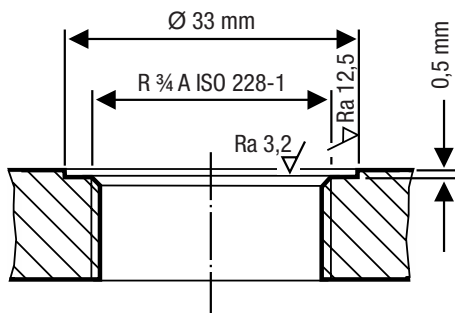

Fig. 7
- Prestar atenção à maquinação técnica correta das superfícies de vedação da respetiva tubuladura roscada do reservatório ou tampa flangeada, ver Fig. 7.
As superfícies de vedação devem ser maquinadas de acordo com a Fig. 7 de forma tecnicamente perfeita.